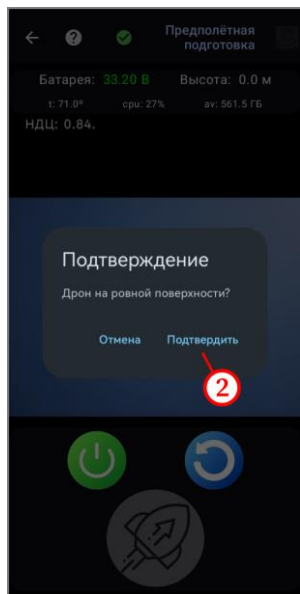

Рисунок 38
- на открывшейся форме нажать на кнопку «Подтвердить» (рисунок 38, шаг 2);